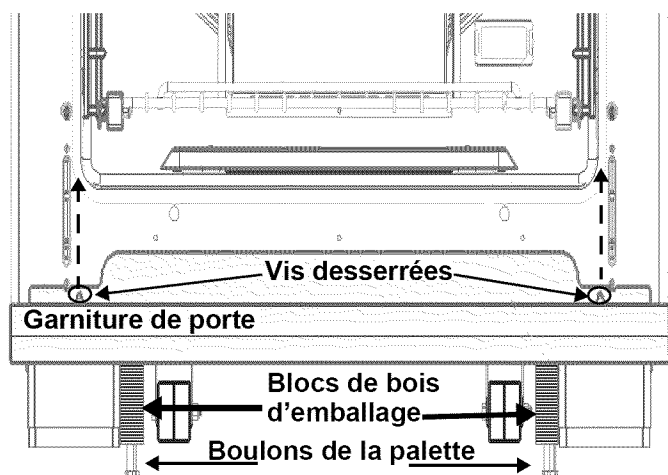

FIGURE 5: DOOR TRIM, PACKING BLOCKS, & PALLET BOLTS
3. Toutes les cuisinières sont fixées à une palette à travers un bloc de bois central à l'aide de quatre (4) boulons (Figure 5). Les deux boulons frontaux de la palette ne sont accessibles que lorsque la garniture de porte, située sous la porte, a été enlevée.